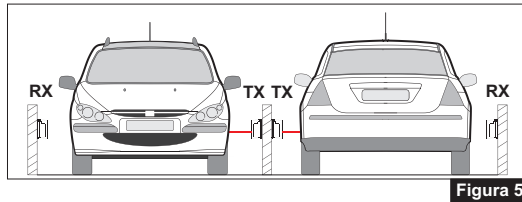

Figura 5
- Caso seja necessária a instalação de 2 ou mais pares de barreira em condição semelhante a mostrada abaixo, instale as unidades RX e TX como indicado (Figura 5):